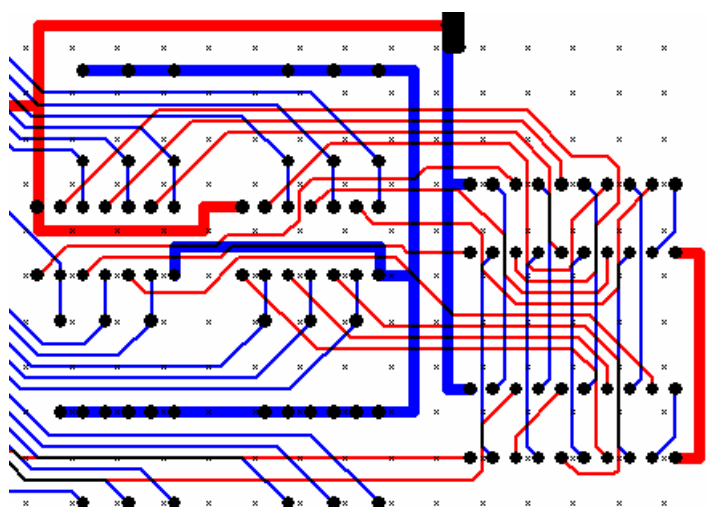

Figura 3.12. Vista Mixed Colors de un Diseño
- **Mixed Colors:** Muestra a las entidades con un relleno sólido, y cuando dos entidades de diferentes capas se superpongan ésta área es pintada con color negro. Tal como se muestra en la Figura 3.12.